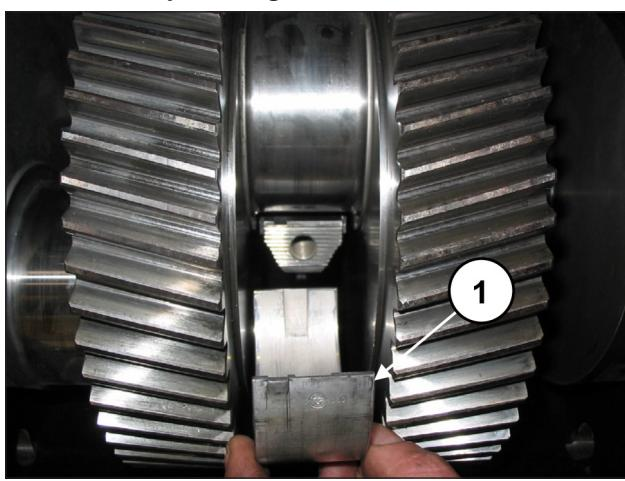

Fig. 80
Insira os semi-rolamentos superiores entre as hastas e o eixo de manivela (pos. ①, Fig. 80).